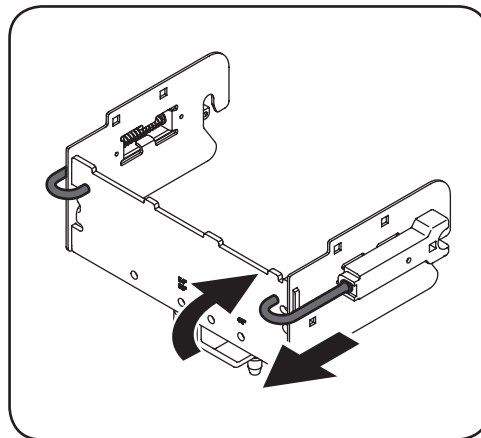

Figura 4-4
2. Retire los ganchos y manténgalos abiertos torciéndolos ligeramente hacia dentro y dejándolos descansar sobre el dorso del soporte posterior. Vea la Figura 4-4.